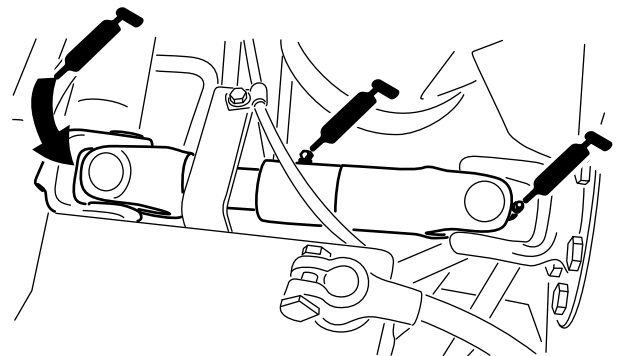

Figure 68
- Joint de cardan d'arbre d'entraînement de pompe (3) (Figure 68)